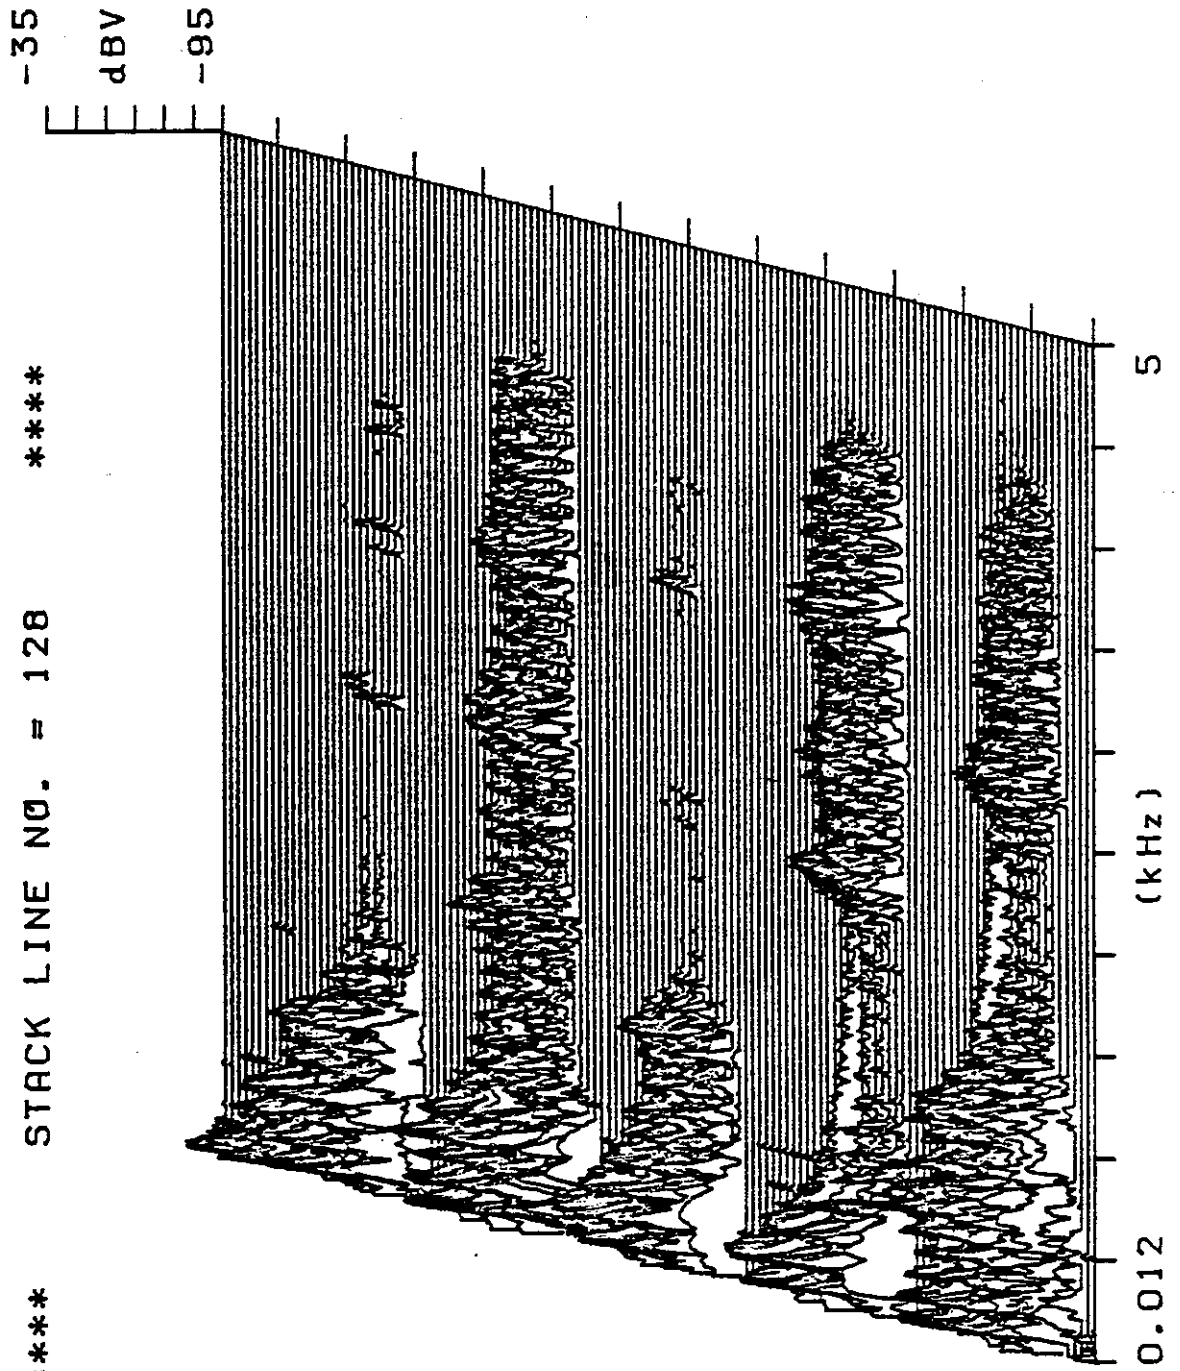

图 7-30 三次元表示作图例 (STACK LINE No = 128)
しますような表示が CRT 上に見られると同時に **I/O EXECUTE** スイッチ内のランプが点灯し、プロッタが CRT 表示そのままを作図開始します。プロッタが作図を終了しますと、〔図 7-29b〕のように波形のみを CRT 上に表示して再びプロッタが CRT 表示そのままの波形を作図開始します。この動作は 7-13 項⑧で設定した **STACK LINE No** の数 ( 16, 32, 64 または 128 のいずれかの値 ) だけ繰り返して実行され、それが終了しますと CRT 表示は 3 次元表示の実行開始以前のものとなります。また、この場合は a の場合と異なり、1 本 1 本の波形は間引かれていませんので、通常 CRT 上に表示される波形と同じポイント数のデータを有しています。〔図 7-30〕に **STACK LINE No** を 128 に設定したときのプロッタへの出力例を示します。